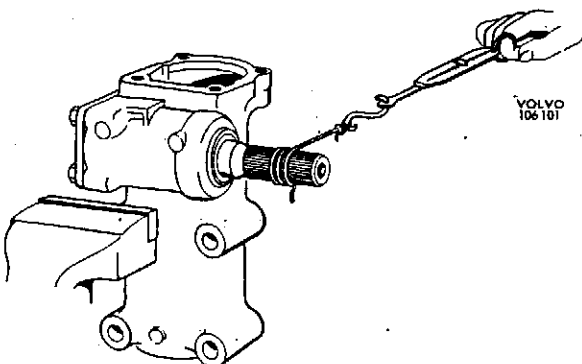
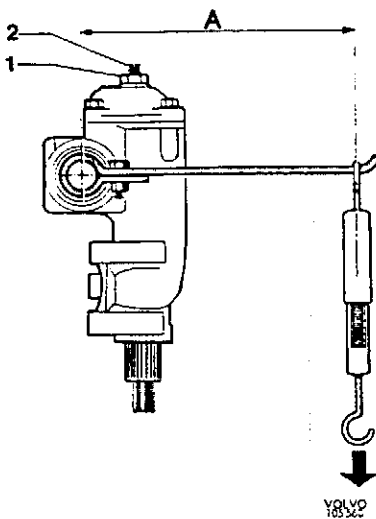
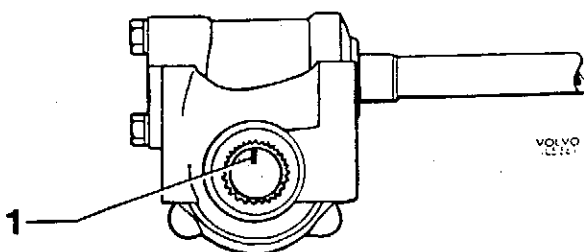

Abb. 53 Prüfung der Lagervorspannung
Abb. 56 Kontrolle des Flankenspiels,
Abb. 57 Lenkmittelstellung
Lenkgehäuse einbauen. Lenkgehäuse so in einen Schraubstock spannen, daß die Lenkschnecke waagrecht zu liegen kommt. Vorderen Lenkgetriebedeckel mit Scheibenbeilage und Paßscheiben von insgesamt gleicher Stärke wie beim Ausbau einbauen. Deckelschrauben festziehen und gleichzeitig kontrollieren, daß die Lenkschnecke sich zwar leicht, aber dennoch spielfrei umdrehen läßt. Bei richtiger Lagervorspannung soll das erforderliche Drehmoment für die Schnecke 1,0–2,5 kpcm betragen. Das Drehmoment wird mit Hilfe einer Schnur und einer Federwaage festgestellt, s. Abb. 53. Die Federwaage soll dabei eine Belastung zwischen 1,0 und 2,5 kp anzeigen. Bei abweichendem Drehmoment (Lagervorspannung) kann eine Berichtigung durch Entnahme bzw. Beilage weiterer Paßscheiben vorgenommen werden.
8. Lenkgetriebe in Mittelstellung drehen (Abb. 57). Stellschraube so weit hineindreihen, bis beim Überfahren der Lenkrollenmitte in beiden Richtungen ein spürbarer Widerstand entgegenwirkt. Die Einstellung des sog. „Druckpunktes“ der Lenkung kann auf verschiedene Weise gemessen werden. Geschieht die Messung mit Schnur und Federwaage, vgl. Abb. 53 soll die Waage einen Ausschlag von 8–14 kp in Lenkmittelstellung anzeigen. Bei der Messung mit Schwinghebel und Federwaage gem. Abb. 56 soll die Waage einen Ausschlag von 0,4–0,7 kp anzeigen. Bei einwandfreier Flankenvorspannung zwischen Schnecke und Rolle wird die Stellschraube mit der Gegenmutter abgesichert. Die Kontrollmessung ist nach Absicherung der Stellschraube zu wiederholen.
1. Lenkgetriebe und Lenkrad in Lenkmittelstellung drehen (Abb. 57).